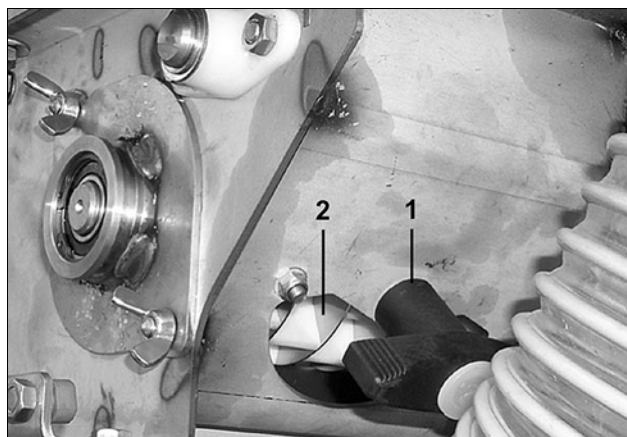

Fig. 88
- Spjældet til udtømning af restmængde (Fig. 88/2) åbnes ved at dreje grebet (Fig. 88/1).
- Spjældet til udtømning af restmængde (Fig. 88/2) lukkes, hvorefter den tømte opsamlingsbeholder atter fastgøres på såsædsbeholderen.